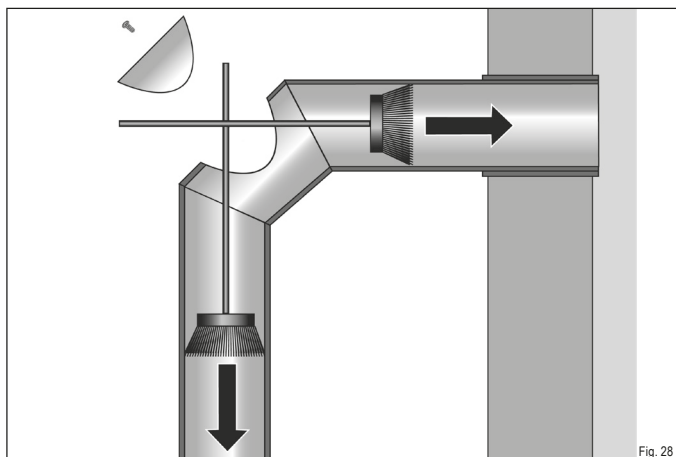

Fig. 28
- Ouvrez la trappe de nettoyage sur le conduit de fumée (Fig. 28).
- Ramassez les débris à l'arrière de la cheminée et vers le bas dans le poêle (Fig. 28).